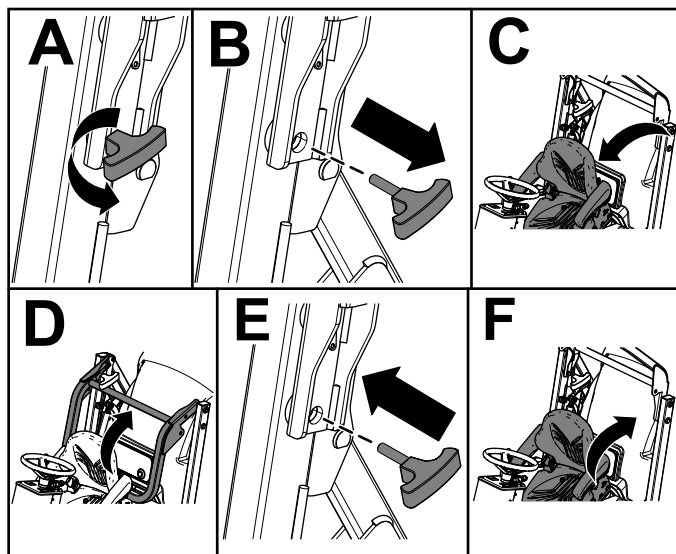

Figura 16
4. Înclinai scaunul în față (Figura 16).
5. Îndepărtați tifturile de la bara antiruliu (Figura 16).
6. Ridicai bara antiruliu i fixai-o cu tifturile (Figura 16).
7. Înclinai scaunul din spate în poziția blocată (Figura 16).